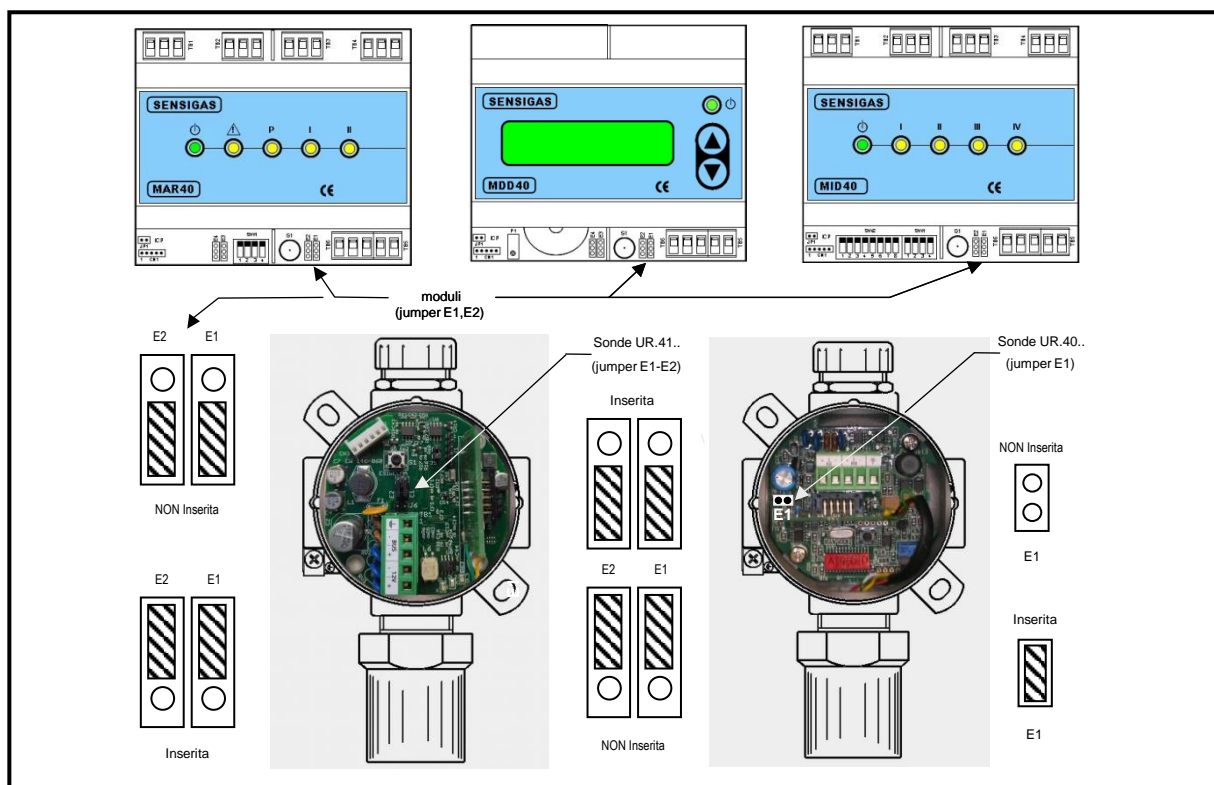

Fig. 4.4 – Posizione dei jumper di fine linea BUS
- Sull'ultima periferica della linea BUS, **e solo su quella**, vanno chiusi i/jumper di terminazione del BUS (jumper E1, E2 per i moduli o jumper E1 per le sonde – Fig. 4.4).